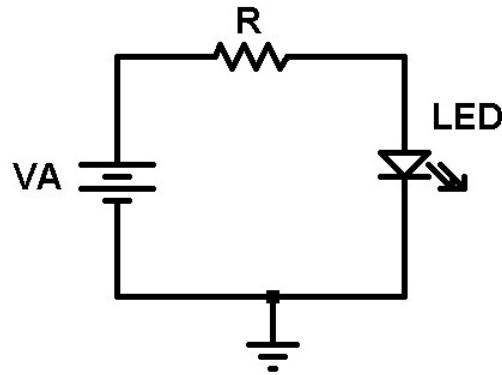

Fig. 6.- Circuito para los diferentes casos de mediciones.
3. Armar los circuitos asignados por el profesor (Fig. 6 y 7).